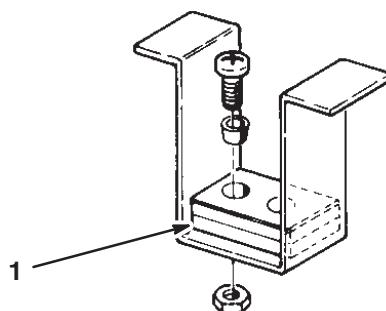

Bild 14
- Stellen Sie sicher, dass die vorderen Schnithöhenstifte richtig auf den Rahmenpolstern aufliegen (Bild 14). Wenn die Stifte nicht richtig aufliegen, legen Sie Beilagscheiben unter das Polster, um sie für eine richtige Ausrichtung anzuheben.